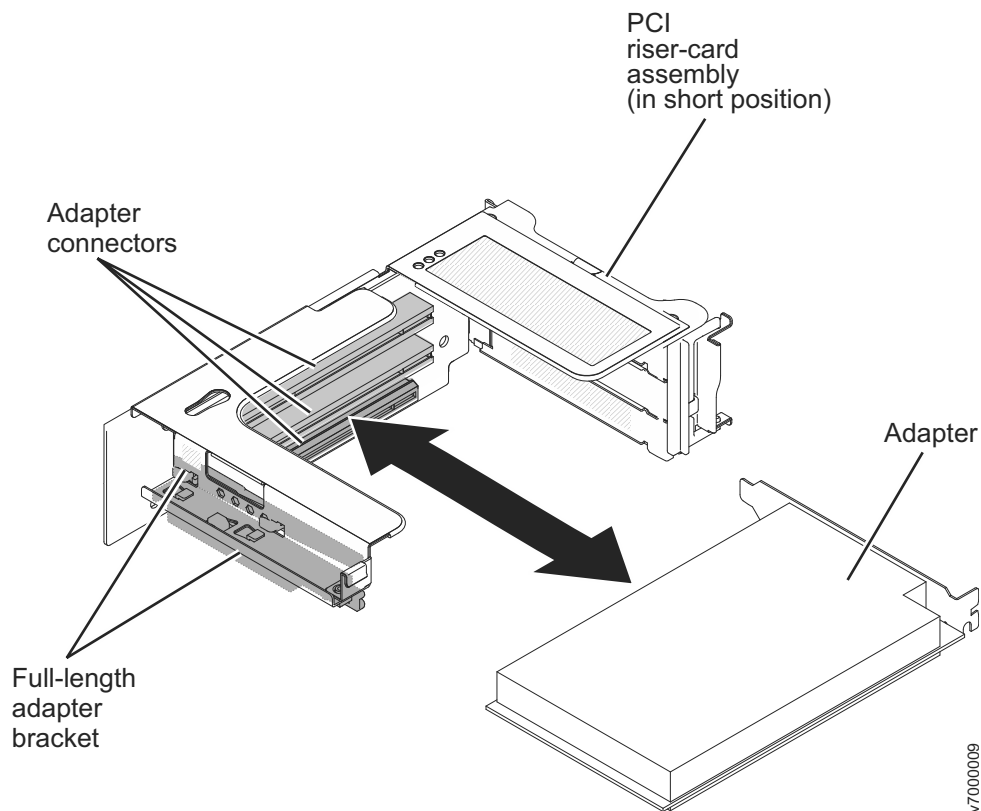

Figura 156. Removendo o adaptador dos conectores
2. Segure cuidadosamente o adaptador por sua borda superior ou pelos cantos superiores e puxe o adaptador do slot de expansão PCI, conforme mostrado em Figura 156 na página 188.